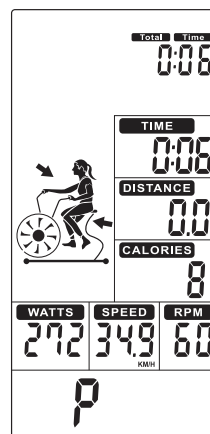
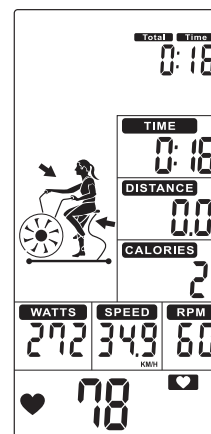

FIGURA 17
FIGURA 18
TIEMPO TOTAL / TIEMPO / DISTANCIA / CALORÍAS / WATTS / VELOCIDAD / RPM comienza a contar (Figura 17).
- Siempre que haya una señal de pulso, el símbolo ♥ parpadeará y mostrará el valor del pulso (Figura 18). Sin ninguna señal de pulso, mostrará "P" (Figura 17).